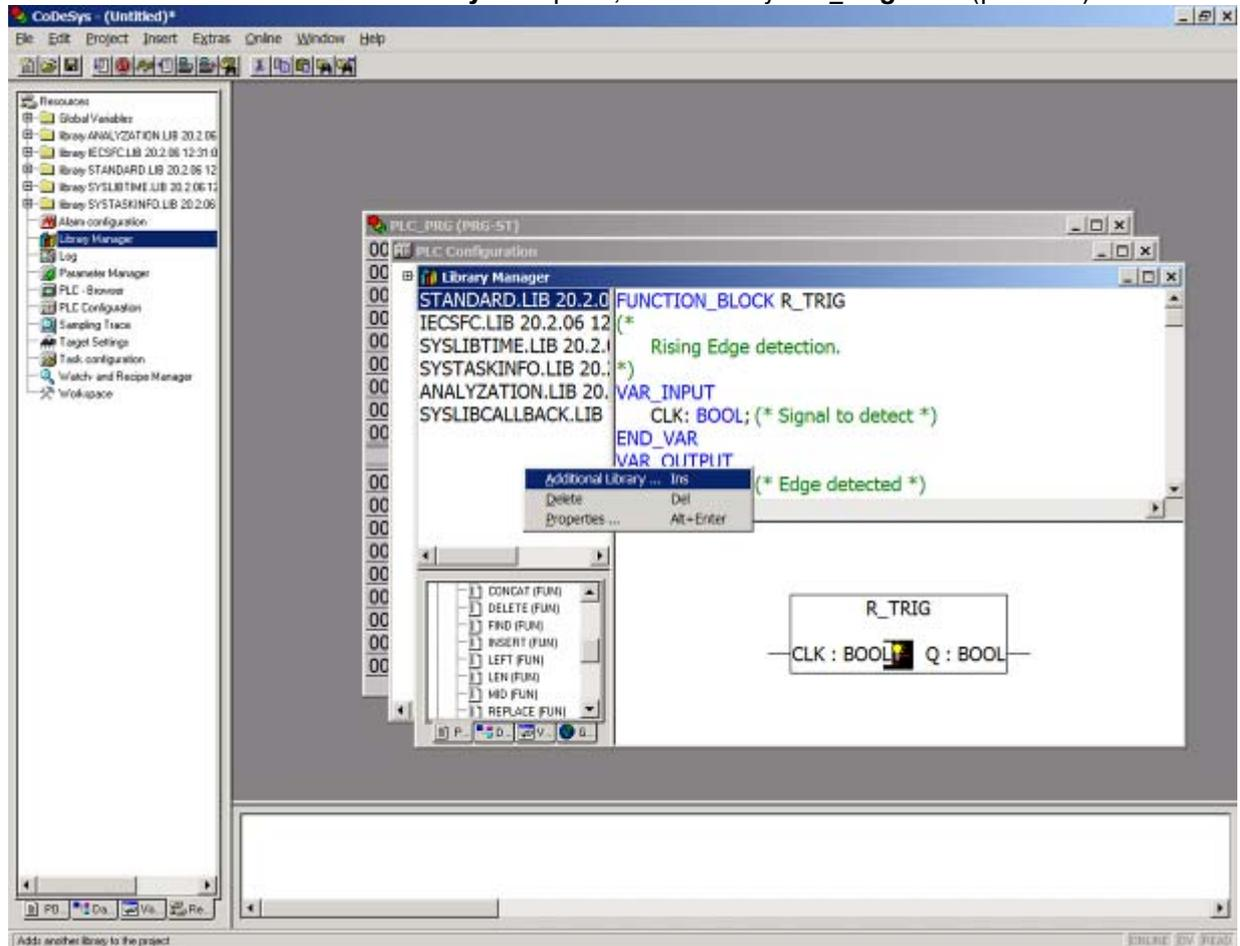

Рис. 3.3. Контекстное меню Additional Library, выбор библиотеки
– щелчком мыши на средней верхней части окна со списком установленных библиотек открыть контекстное меню **Additional Library** выберите, библиотеку **PID\_Reg2.lib**. (рис. 3.3)